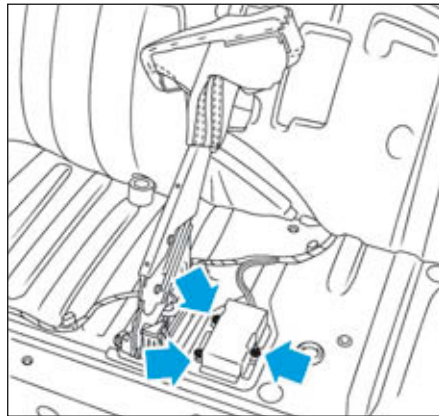

FIG.60
- Déposer les 3 vis de fixation du capteur (Fig.60).